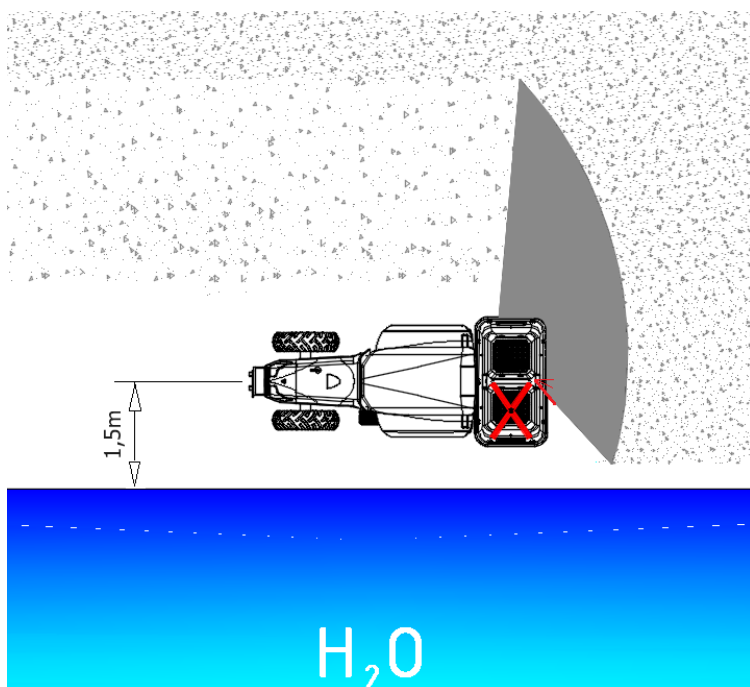

Figura 6.10 – Ej. esparcimiento - Limitación "desde el borde"
Si desea limitar el esparcimiento a la mitad completa del esquema de esparcimiento (*figura 6.10*), limitación "desde el borde", debe proceder como sigue:
- **Mueva el tractor 1,5 metros**, desde el centro del tractor hasta el borde, como se muestra en la imagen de al lado (*Figura 6.10*),